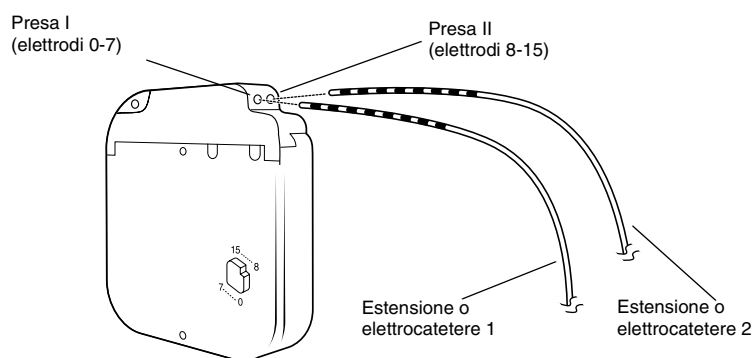

Figura 1. Inserimento a fondo dei piedini del connettore dell'estensione o dell'elettrocattetero nel neurostimolatore.
3. Inserire i piedini del connettore dell'estensione o dell'elettrocattetero nella presa appropriata del neurostimolatore fino a posizionarli completamente nel blocco connettore (Figura 1).